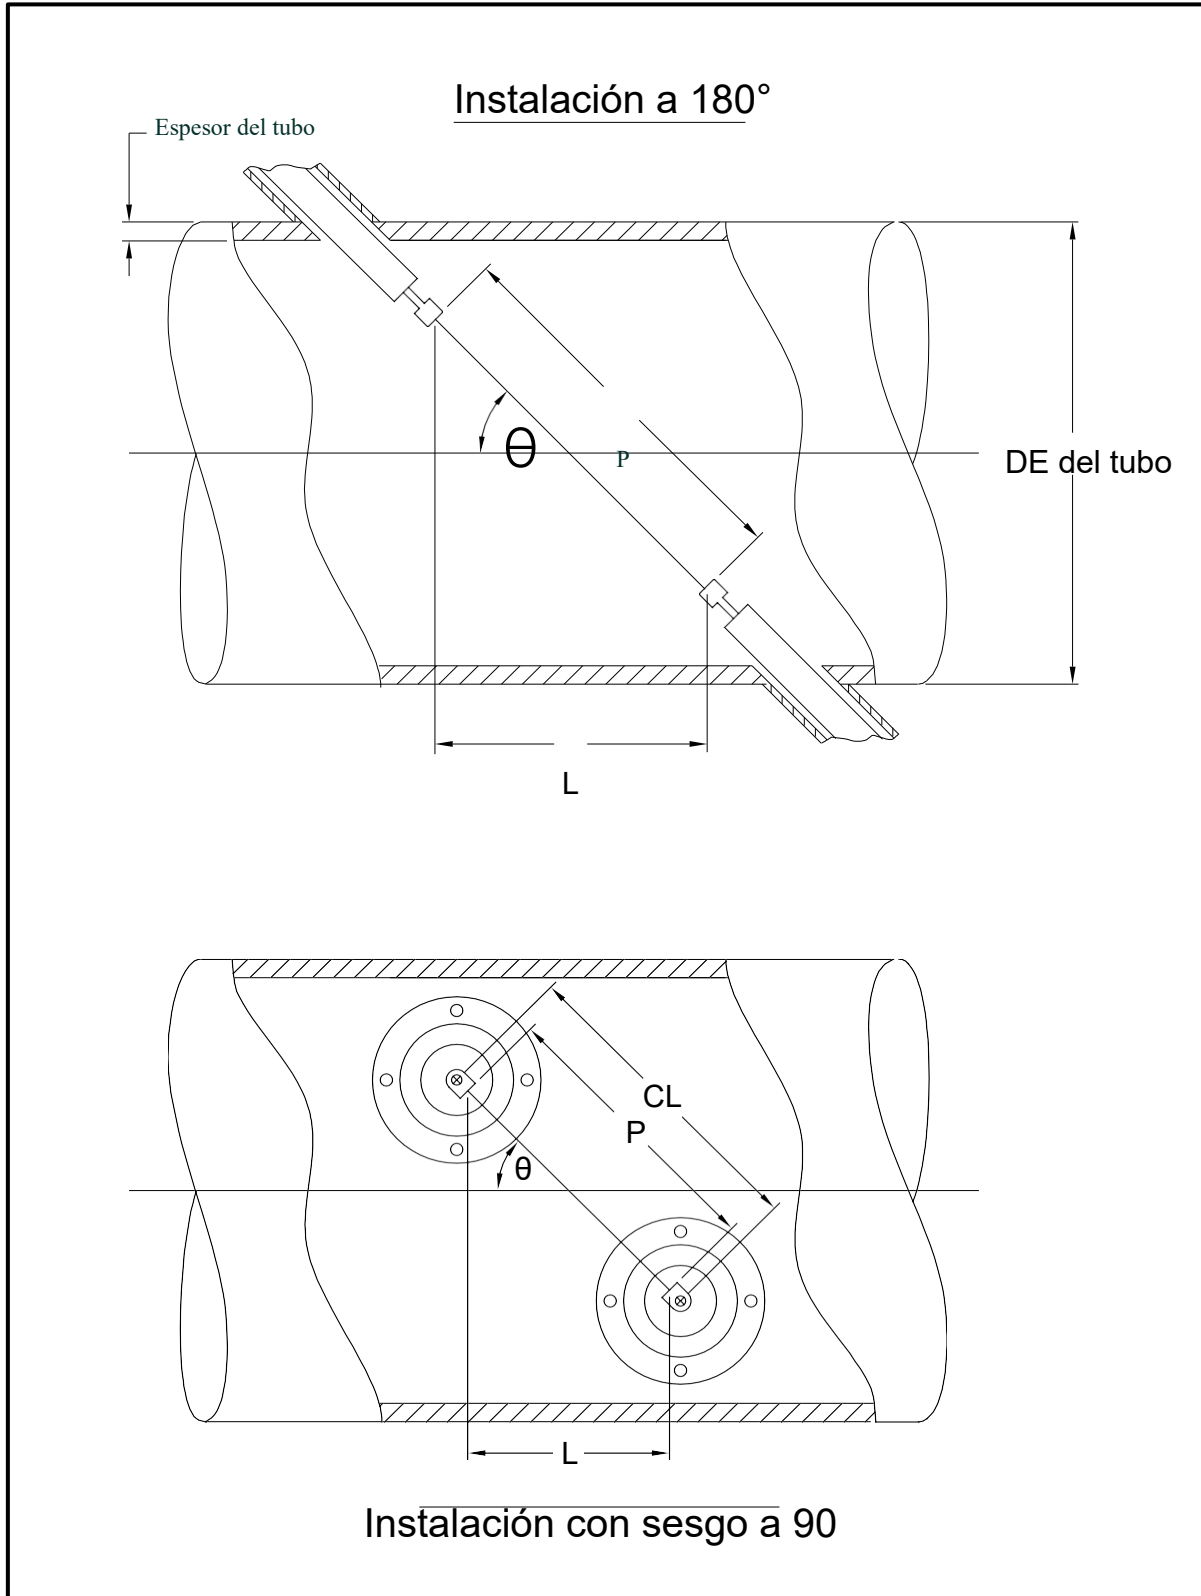

Figura 22: Vista superior de instalaciones típicas de transductores
La exactitud de los valores P y L programados es fundamental para obtener mediciones precisas del caudal. Si Panametrics suministra la célula de caudal para el sistema, los valores correctos se incluirán en la documentación suministrada con el sistema. Para los transductores instalados en una tubería existente (véase la Figura 22 en la página 68), P y L deben medirse en la planta. Este apéndice proporciona instrucciones para determinar correctamente estas dimensiones.
Siempre que sea posible, mida físicamente la distancia cara a cara (P) y la distancia axial (L) entre los centros de las caras planas de los transductores. Consulte la Figura 22 en la página 68 para ver una ilustración de las distancias adecuadas a medir, en una instalación típica.
Con una instalación de transductor con sesgo de 90° , a veces ocurre que los únicos parámetros conocidos son el ángulo del transductor (θ) y la distancia central entre los cuerpos del transductor (CL). En estos casos, todavía es posible calcular P y L combinando la Ecuación C-1 con la Ecuación adicional C-2 (véase la Figura 22 en la página 68):